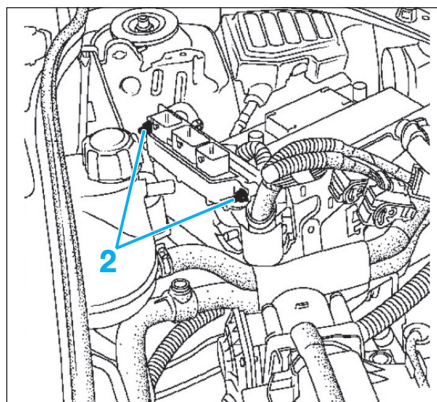

Fig. 26
- les écrous de fixation (2) du calculateur (Fig.26),